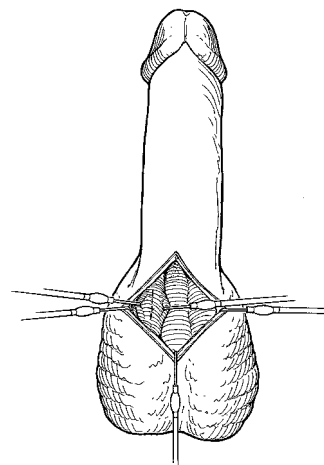

Abbildung 4-3. Penoskrotal: Corpus Spongiosum zurückziehen
3. Beim penoskrotalen Zugang das Corpus Spongiosum seitlich zurückziehen, um eine Verletzung der Urethra zu vermeiden (**Abbildung 4-3**).